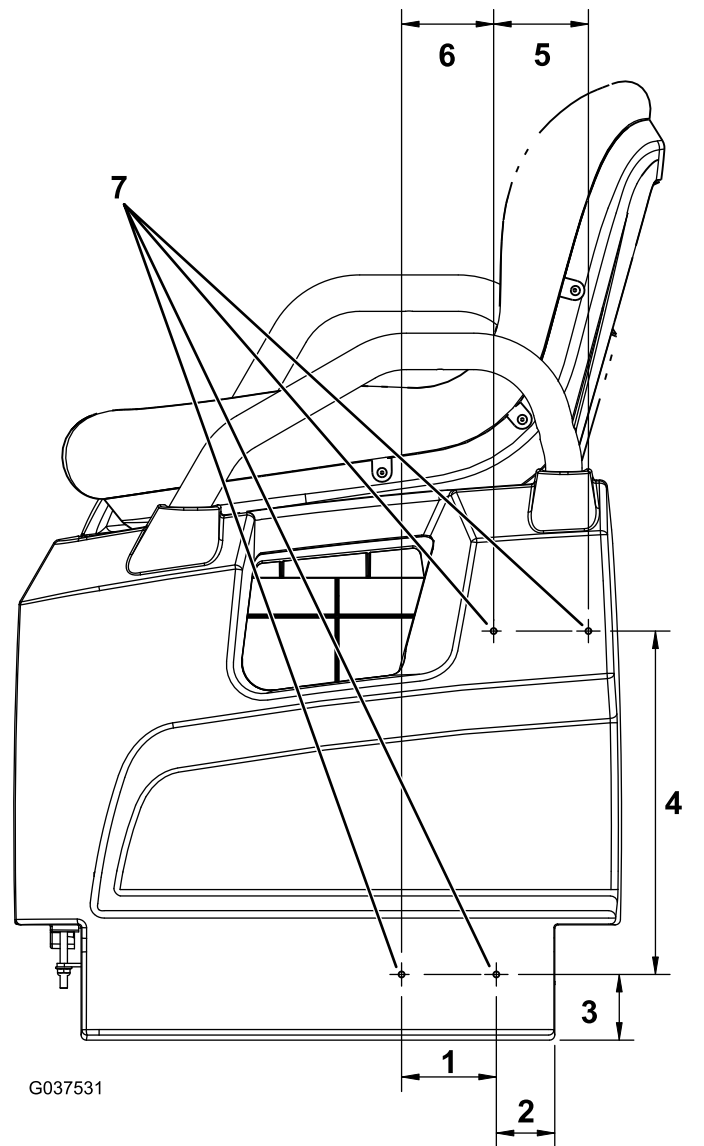

Figure 11
1. Sur le côté gauche de la machine, mesurez 51 mm à partir du côté inférieur gauche de la base du siège, et repérez cet emplacement (Figure 11).
2. Mesurez 57 mm directement au-dessus de l'emplacement et faites un repère à cet emplacement (Figure 11).
3. Mesurez 83 mm à gauche de l'emplacement repéré à l'opération 2, et repérez cet emplacement (Figure 11).
4. Mesurez 80 mm à gauche de l'emplacement repéré à l'opération 3, puis mesurez 299 mm directement au-dessus de cet emplacement, et repérez cet emplacement (Figure 11).
5. Mesurez 83 mm à droite de l'emplacement repéré à l'opération 4, et repérez cet emplacement (Figure 11).
6. Percez un trou de 5 mm aux 4 emplacements repérés (Figure 11).